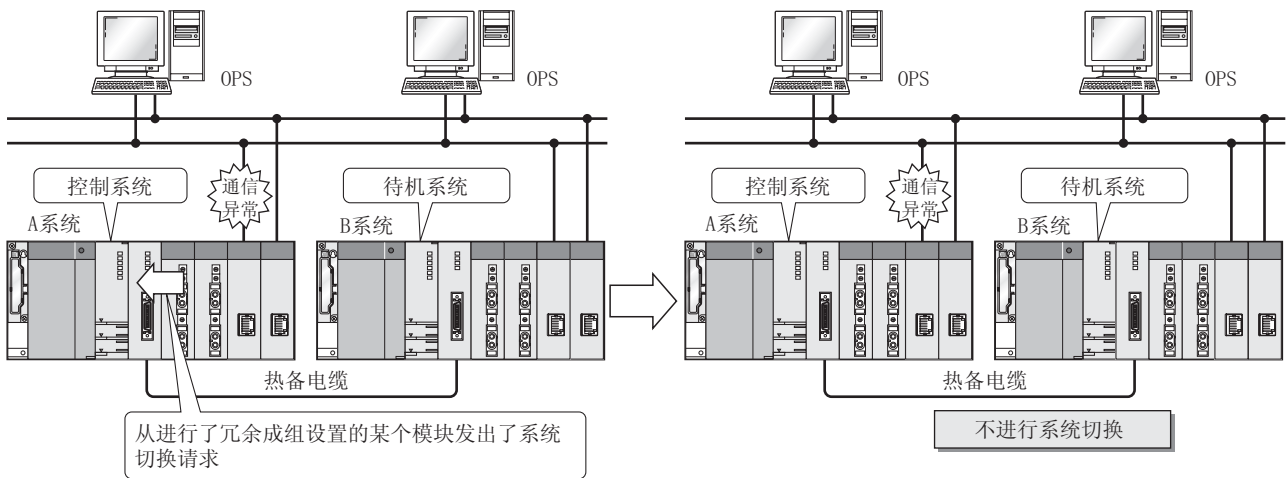

图 5.94 某个网络异常时的动作
在通过以太网进行控制系统与待机系统通信的情况下，以太网发生了异常时的动作如图 5.94、图 5.95 所示。
- 在进行了冗余成组设置的网络中，某个网络异常时的动作如图 5.94 所示。